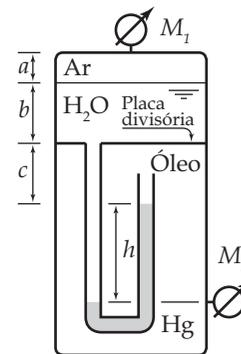

Figura Ep1.23
**Ep1.23** Na Figura Ep1.23, há um tanque rígido dotado de uma placa interna que o divide em duas partes. Na parte superior, tem-se água pressurizada por ar e, na parte inferior, tem-se óleo. Sabe-se que as densidades relativas da água, óleo e mercúrio são, respectivamente: 1,0, 0,8 e 13,6. Sabe-se também que  $a = 0,3$  m,  $b = c = 1,0$  m,  $h = 0,3$  m e que o manômetro  $M_1$  indica a pressão 50 kPa. Observando que o mercúrio é o fluido manométrico, pede-se para determinar a pressão indicada pelo manômetro  $M_2$ .